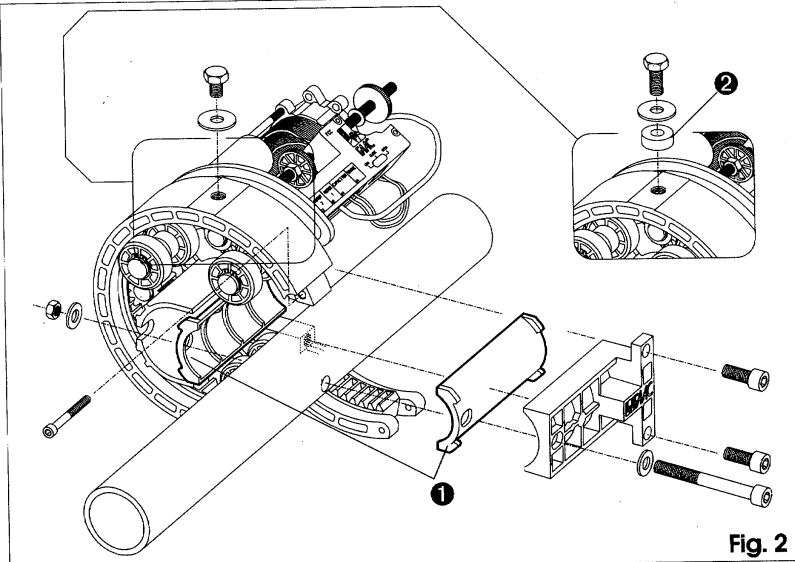
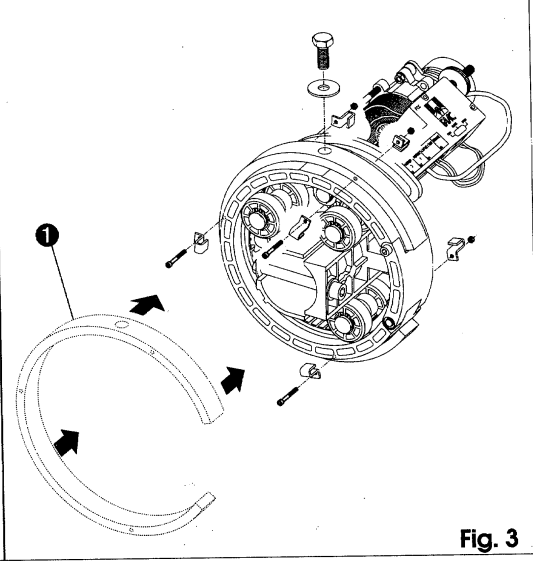

Fig. 2
Fig. 3
- Aprire lo sportellino ⑦ della flangia di avvolgimento ② fig. 5. Se previsto inserire le riduzioni ① fig.2.
- Praticare un foro diam. 10,5 mm sull'elemento della serranda in corrispondenza del foro filettato ③ della flangia d'avvolgimento ② fig. 5. Se previsto inserire l'adattatore circolare ① fig. 3 o il distanziale ② fig. 2.